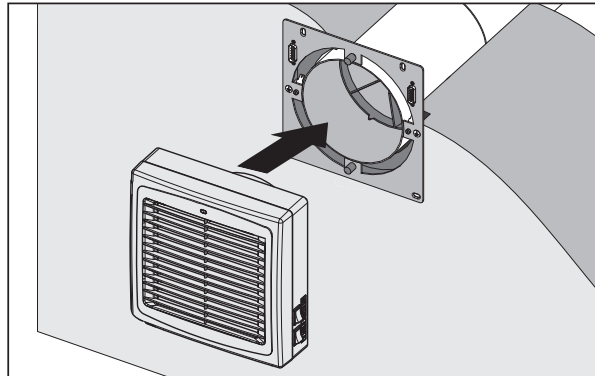

Abb. 12. Montage der Ventilatoreinheit
6. Installieren Sie die Ventilatoreinheit auf der Montageplatte durch einfaches Andrücken. Der Ventilator wird durch Magnetismus an der Platte gehalten., Abb. 12.